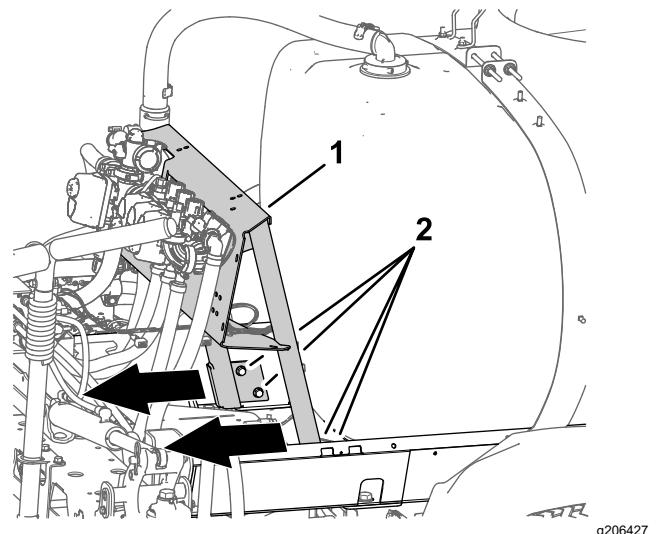

図 11
1. バルブマウントをタンクのフレームに固定しているフランジヘッドボルト $\frac{3}{8}$  x 1 インチ 4本とフランジロックナット $\frac{3}{8}$  インチ4個をゆるめる図11。
2. バルブマウントを後方へ移動する図11。